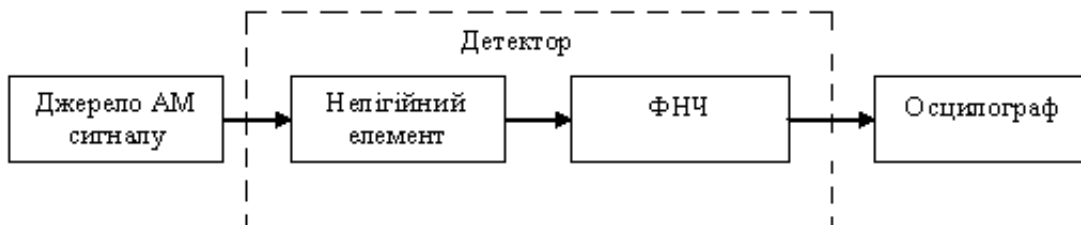

Рис. 13. Структурна схема дослідження амплітудного детектора
2. В програмі Multisim створити модель для дослідження процесу дискретизації і квантування сигналів згідно з принциповою електричною схемою, яка наведена на рис.13.